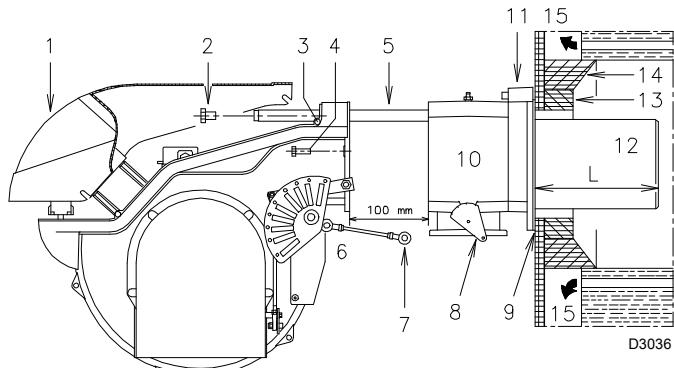
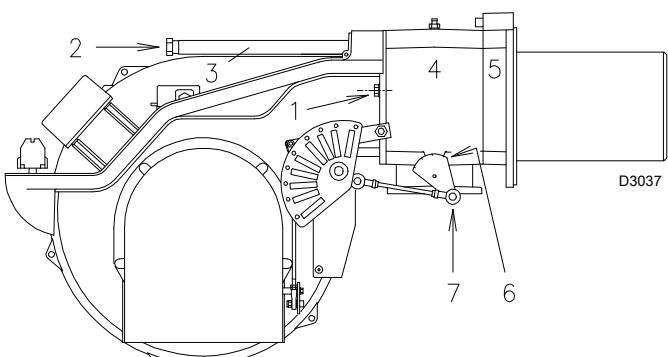

图 12
图 17
对于带水冷却前板的锅炉，则不需要耐火材料制成的炉补 13)-14)(图 12)，除非锅炉制造商另有要求。
- 将燃烧头与燃烧器的其余部分分开 ( 图 12 ) :
燃烧头调整完成后，将燃烧器重新装回到滑杆 3)( 图 17) 上，距多歧管 4)( 图 17) 约 100mm，此时燃烧器位置如图 ( 图 12) ，插好火焰探测电极电缆与点火电极，然后将燃烧器推抵多歧管，直至图 ( 图 17) 所示位置。
将螺丝 2) 重新装回滑杆 3)( 图 17) 上。
用螺丝 1)( 图 17) 将燃烧器与多歧管固定好。
将铰链 7) 重新与分度尺 6)( 图 17) 连接。